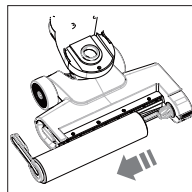

Fig. 13 – Rimozione del rullo in microfibra
- ▶ Tirare la linguetta di bloccaggio del rullo in microfibra verso sinistra e rimuovere il rullo in microfibra (vedere Fig. 13).